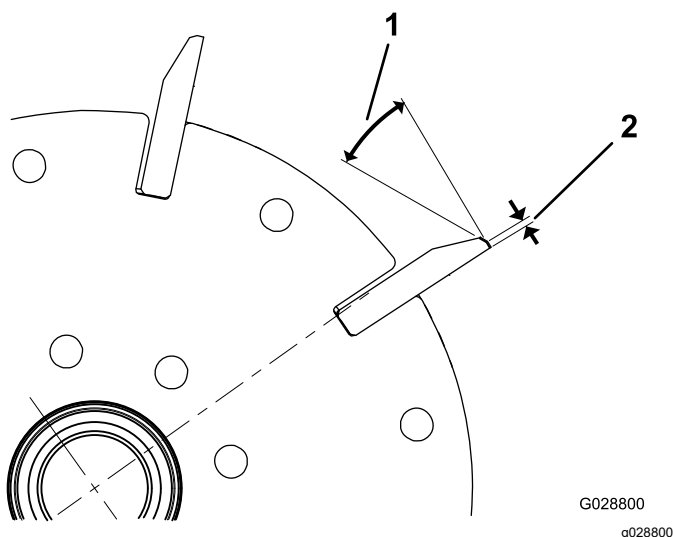

Рисунок 27
1. Произведите 30-градусное затыловочное шлифование всех ножей барабана, пока не будет достигнута ширина витка 1,3 мм (Рисунок 27).